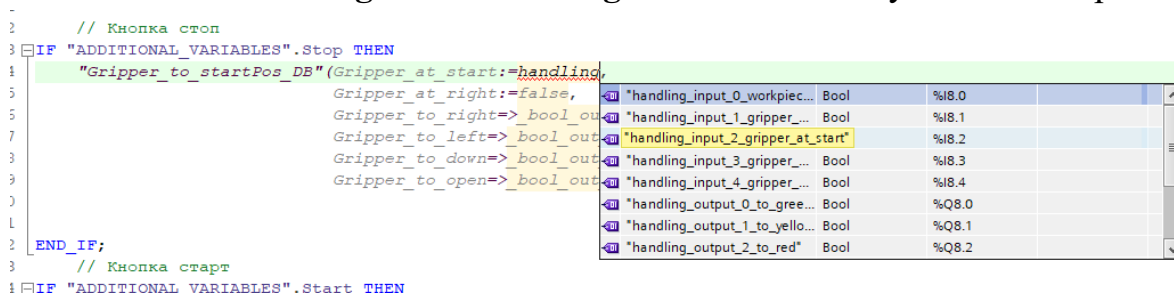

Рис. 2.5 – Таблица тегов контроллера PLC_MIDDLE
9. Присваиваем нужные переменные к физическим входам/выходам контроллера (рис. 2.5). Физические адреса переменных можно посмотреть в таблице тегов PLC tags → **Default tag table** соответствующего контроллера.